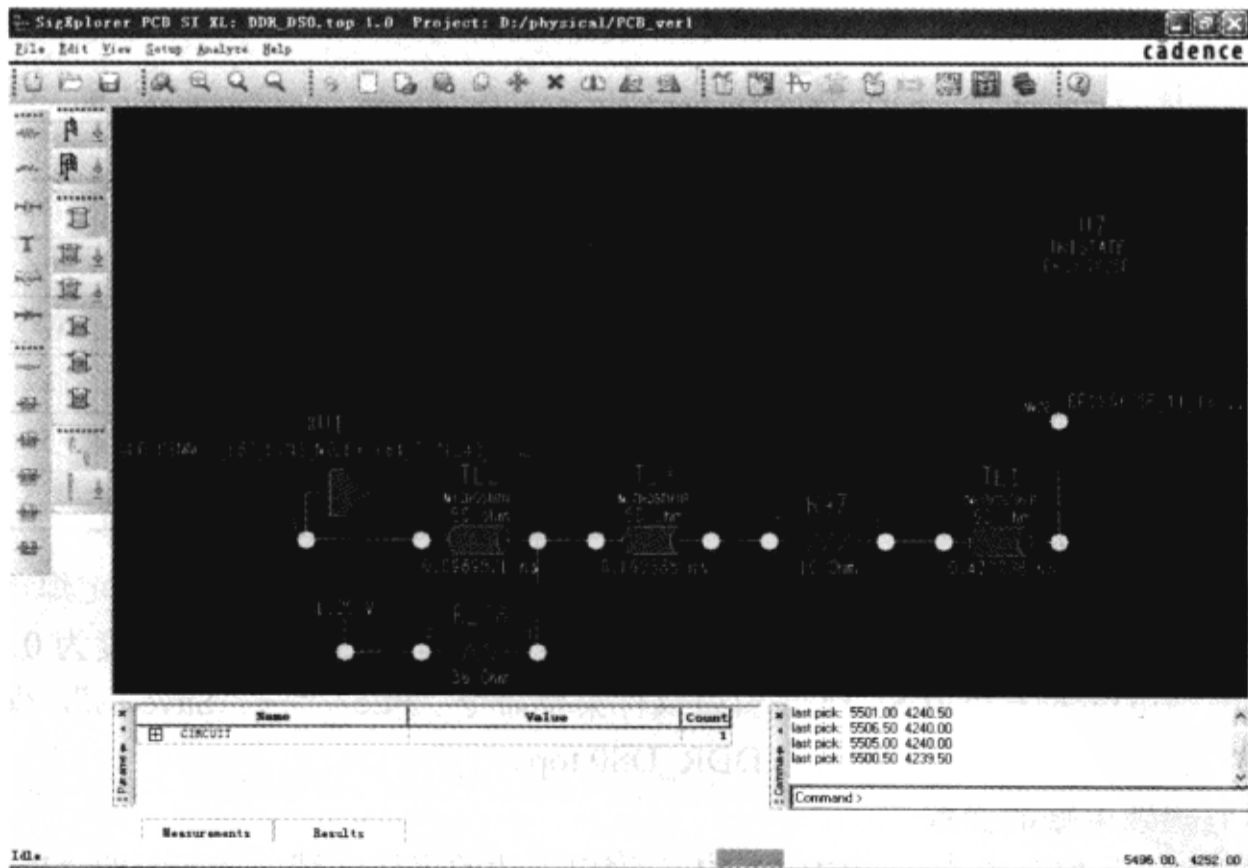

图 3-8-6 DDR\_DS0 网络的拓扑
(5) 单击“OK”按钮，关闭“Options”对话框。
(6) 在表格中选择“DDR\_DS0”→单击鼠标右键→从弹出菜单选择“SigXplorer...”，弹出“SigXplorer PCB SI XL”窗口，DDR\_DS0的拓扑显示在该窗口中，如图3-8-6所示。